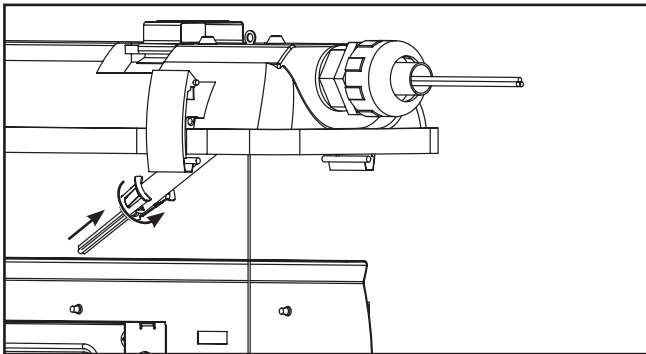

Figure 12.
13. Insérez le câble, le conducteur de terre en parallèle et le conducteur de terre à travers le trou de l'extrémité de l'agrafe du conduit, puis rattachez l'agrafe à l'extrémité du conduit métallique souple. (Figure 12)